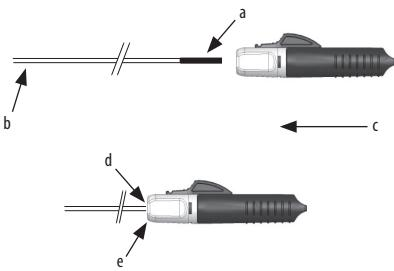
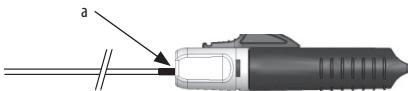

Figura 1.
Figura 2.
3. Segure a extremidade proximal do introdutor do implante na extremidade distal do ICP (indicador de carga positiva). Avance o dispositivo de destacamento instantâneo (DDI) sobre o introdutor até o ICP entrar completamente no funil e o introdutor estar devidamente encaixado no acionador (consulte a Figura 1).
Nota: Se o ICP continuar visível tal como na Figura 2 abaixo, o dispositivo de destacamento instantâneo (DDI) deve ser avançado mais um pouco até o introdutor estar completamente encaixado no funil, conforme a Figura 1 acima.